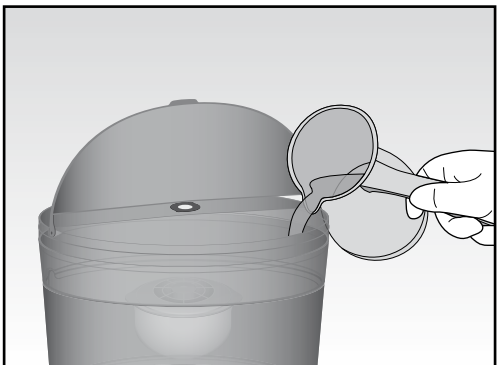

Fig. 10
- Lift the special opening section in the lid (H), and pour clean water into the tank (G) up to the "MAX" level marked on the tank itself (Fig. 10).
- Fill up the tank (G) when necessary, lifting the special opening section of the lid (H) (Fig. 10).
- En soulevant la partie ouvrable du couvercle (H), versez de l'eau propre dans le réservoir (G) jusqu'au niveau "MAX" indiqué sur le réservoir (Fig. 10).
- Remplissez le réservoir (G) au besoin, en soulevant la partie ouvrable du couvercle (H) (Fig. 10).